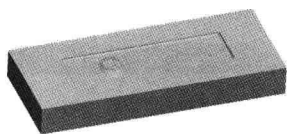

图 1.7 着色后的下半部分体积块
(1) 在系统 **为分割所选的模型量选取分型面** 的提示下, 先将鼠标指针移至模型中主分型面的位置右击, 从快捷菜单中选取 **从列表中拾取** 命令。
(2) 在系统弹出的“从列表中拾取”对话框中, 单击列表中的 **面组:F7 (FS)**, 然后单击 **确定** 按钮。
(3) 单击“选取”对话框中的 **确定** 按钮。
Step5. 系统弹出“属性”对话框, 同时模型中的下半部分变亮, 在该对话框中单击 **着色** 按钮, 着色后的模型如图 1.7 所示。然后在对话框中输入名称 **lower_mold**, 单击 **确定** 按钮。